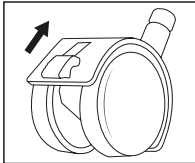

Fig. 5
- ◆ For at produktet lettere kan transporteres, er det udstyret med fire hjul **10/11**. Løsn låsearmene på de to hjul **11** ved at trykke armene op (se fig. 5). Nu kan produktet nemt køres omkring.